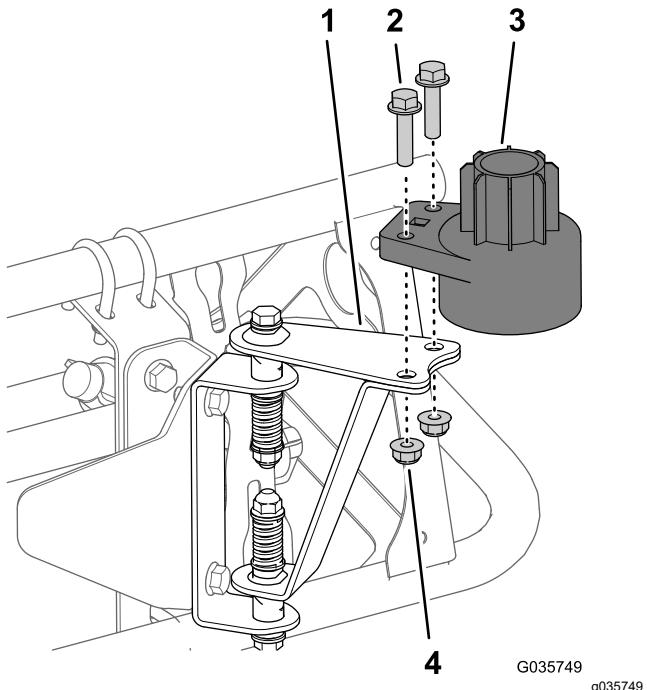

Bild 19
1. Befestigen Sie das untere Sensorgehäuse mit zwei Schrauben (5/16" x 1 1/4") und zwei Sicherungsmuttern (5/16") an den Sensorbefestigungen (Bild 19).